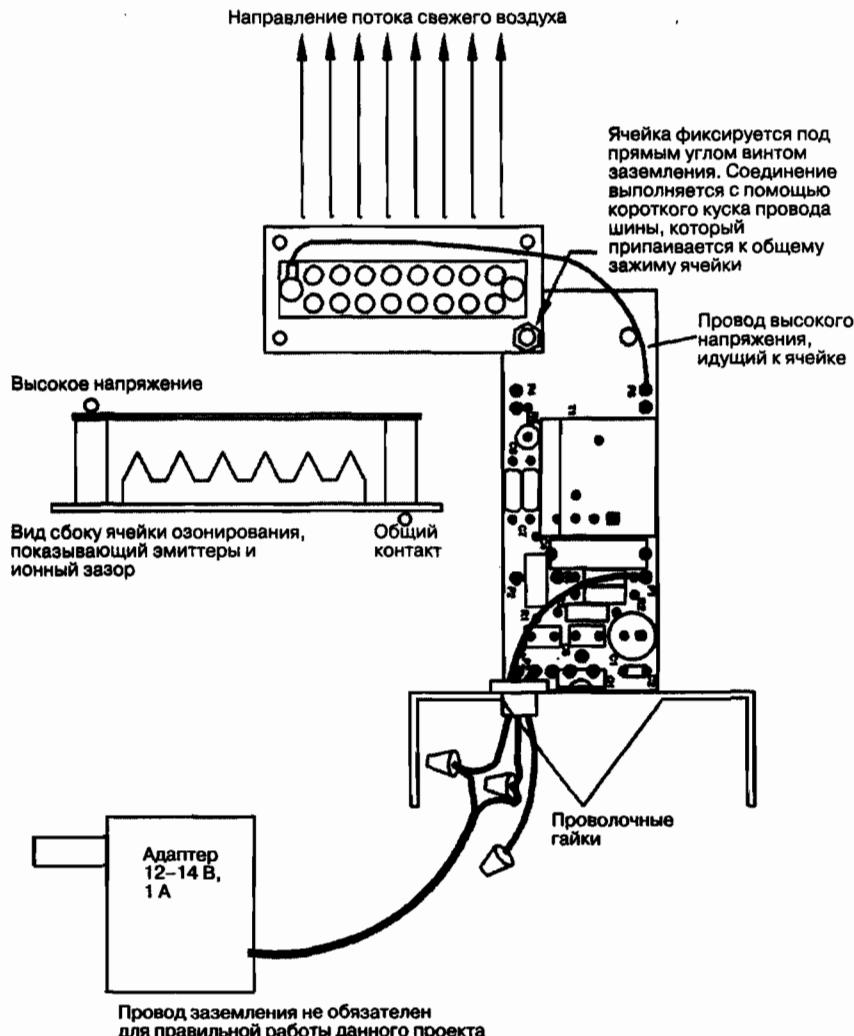

Рис. 16.7. Дезодорирующее устройство
- Эффективное дезодорирующее устройство.** Оно действительно вырабатывает свежий воздух (рис. 16.7).